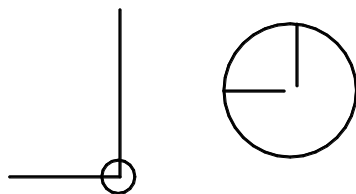

图13-1
B. 相交和相连：相交线请使用点的捕捉模式绘制，若没相交或出头则参数化图形时显示欠约束(缺尺寸)信息。通过图13-1可以发现，未使用点捕捉画出来的图形，看似相交的两直线放大后并未交上。